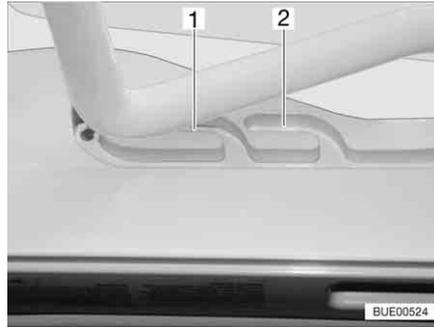
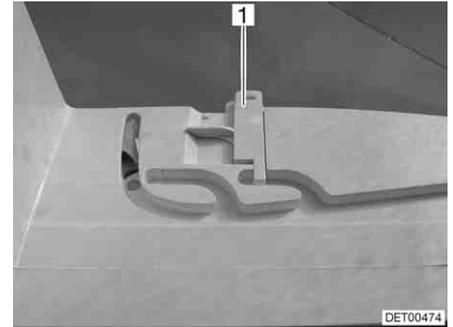

Fig. 92 Oblò Heki in posizione di ricircolo d'aria
Fig. 93 Bloccaggio della posizione di ricircolo d'aria
È possibile portare l'oblò Heki in due posizioni di ricircolo d'aria: Posizione brutto tempo (Fig. 92,1) e posizione centrale (Fig. 92,2). A seconda del modello, l'oblò può essere bloccato sulla posizione centrale del suo telaio con i due chiavistelli (Fig. 93,1) di sinistra e destra.
- Premere la staffa leggermente verso l'alto, spingerla nella guida selezionata (Fig. 92,1 o 2) ed eventualmente bloccarla.